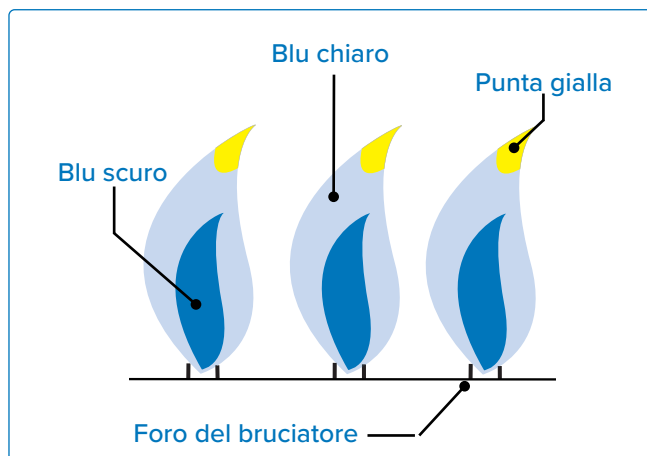

Fig. 16
- Le fiamme dovrebbero apparire blu scuro con punte blu chiare e occasionali **gialle (Fig. 16)**